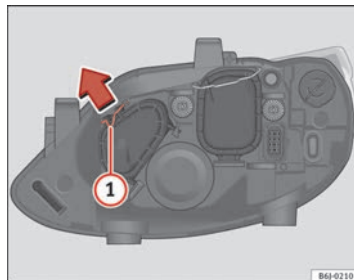

Fig. 157 Luci di posizione
- Far scorrere il tirante ① nel senso della freccia e sfilare la chiusura $\Rightarrow$ fig. 157.